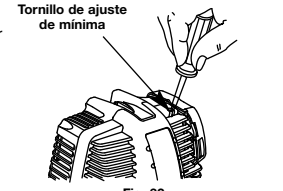

Fig. 32
La velocidad mínima del motor puede ser ajustada. Puede tener acceso al tornillo de ajuste de mínima a través de un orificio en la parte superior de la cubierta del motor (Fig. 32).
2. Suelte el gatillo del regulador y deje que el motor funcione en mínima. Si el motor se para, inserte un destornillador Phillips pequeño o un destornillador de vástago plano en el orificio de la cubierta del motor (Fig. 32). Gire el tornillo de mínima hacia adentro, en sentido horario, de a 1/8 de vuelta por vez (según sea necesario) hasta que el motor funcione en mínima suavemente.